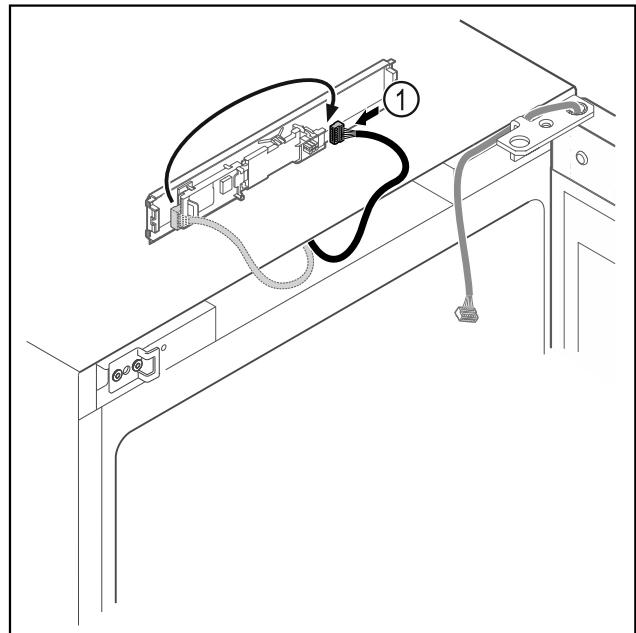

Fig. 20
- Переставити штекер Fig. 20 (1) на плиті.